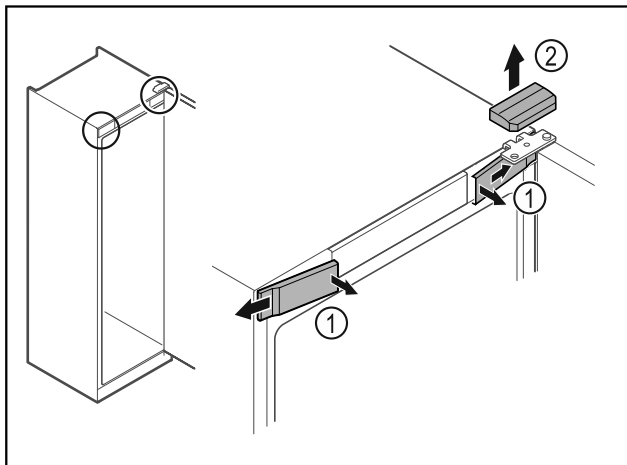

Fig. 8 *
- ▶ Atbrīvojiet priekšējos pārsegus Fig. 8 (1) iekšpusē un noņemiet uz sāniem.*
- ▶ Noņemiet augšējo pārsegu Fig. 8 (2) uz augšu.*